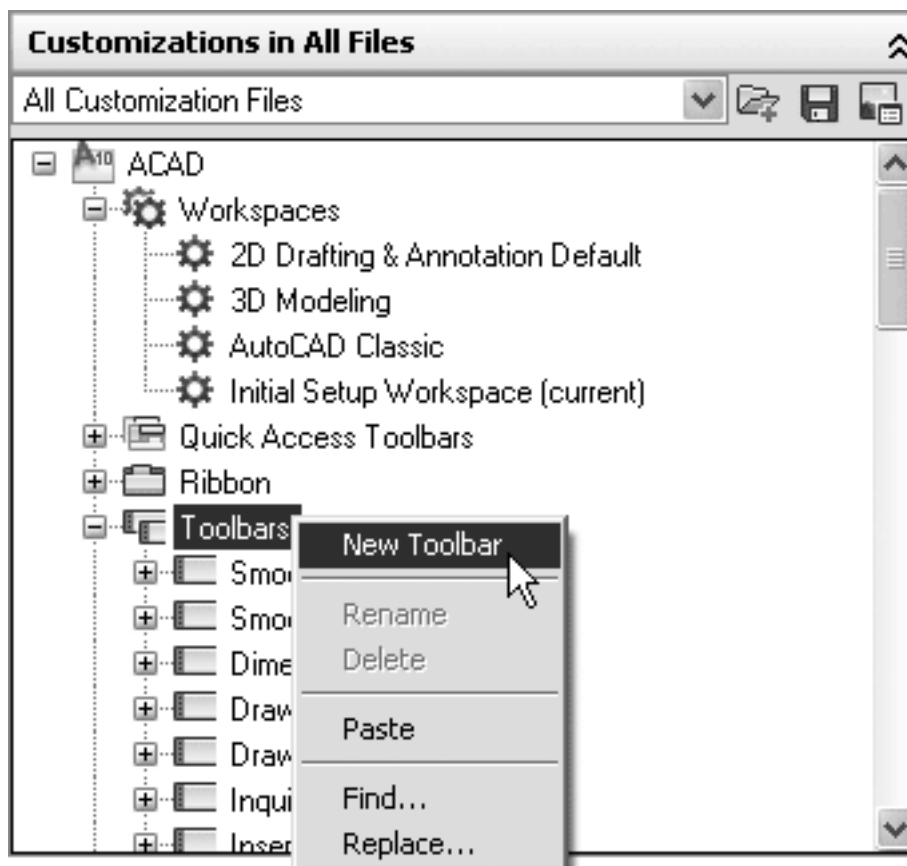

Рис. 1.26. Создание новой панели инструментов
1. В области **Customizations in All Files** (Настройка всех файлов) найдите пункт **Toolbars** (Панели инструментов). Щелкните на нем правой кнопкой мыши и выберите в появившемся меню пункт **New Toolbar** (Создать панель инструментов) (рис. 1.26).